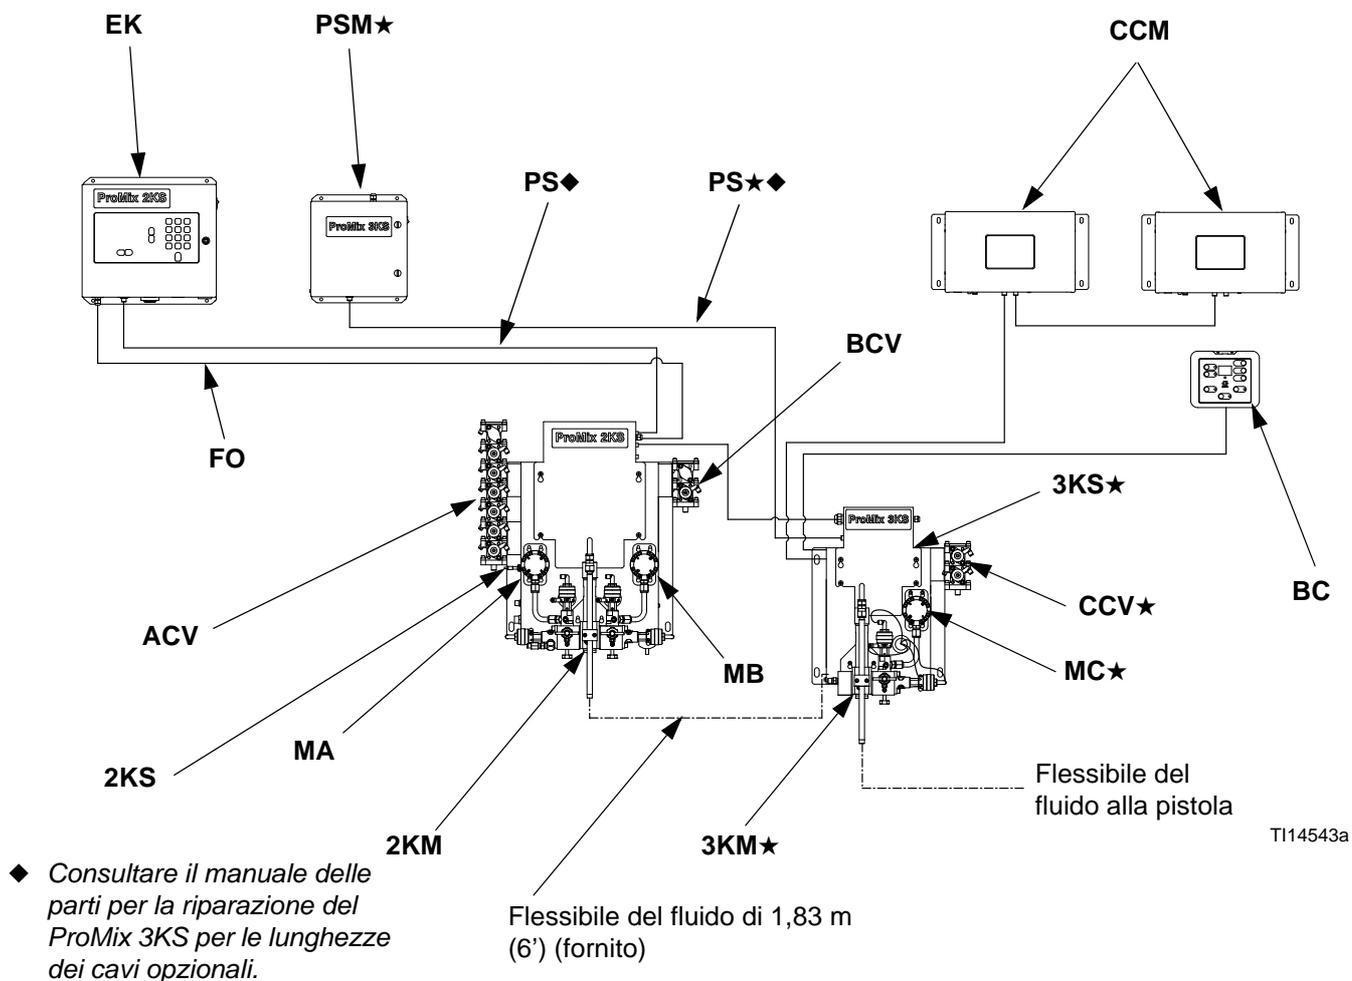

FIG. 2. Illustrazione del sistema manuale, con misuratori G3000, controllo della cabina e cambio colore/catalizzatore/componente C
Per i componenti del sistema, consultare la FIG. 2 e la Tabella 1. I componenti contrassegnati con un asterisco (★) fanno parte del kit del ProMix 3KS. Tutti gli altri componenti fanno parte del sistema ProMix 2KS o sono disponibili come accessori.
- La FIG. 2 a pagina 8 illustra i componenti di base di un sistema ProMix 3KS. Contattare il distributore Graco per schemi reali del sistema.
- **Filtro della linea dell'aria:** filtro della linea dell'aria da 10 micron o migliore per filtrare olio e acqua dall'erogazione dell'aria e contribuire alla prevenzione della contaminazione della vernice e dell'ostruzione dei solenoidi. Vedere la FIG. 2.